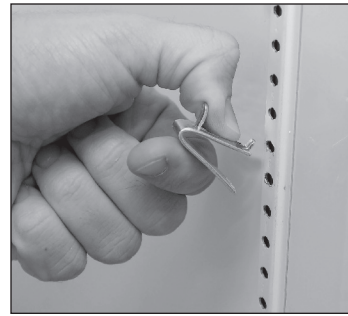

Abb. 1. Befestigung der oberen Lasche des Halters
1. Die Halter in die Schiene mit den Aufnahmebohrungen einhaken. Siehe Abb. 1.